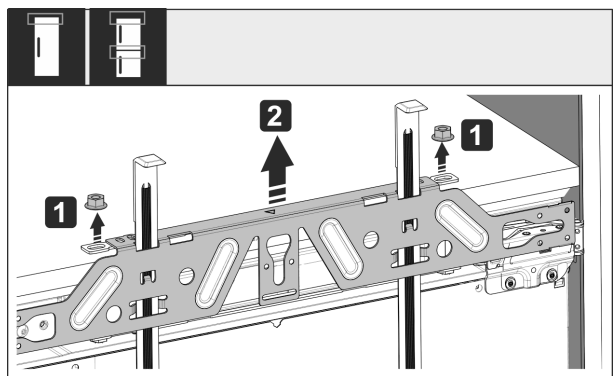

Fig. 58
► Shtrengoni kundërdadot Fig. 58 (1).
► Hiqni traversën e mbërthimit Fig. 58 (2).